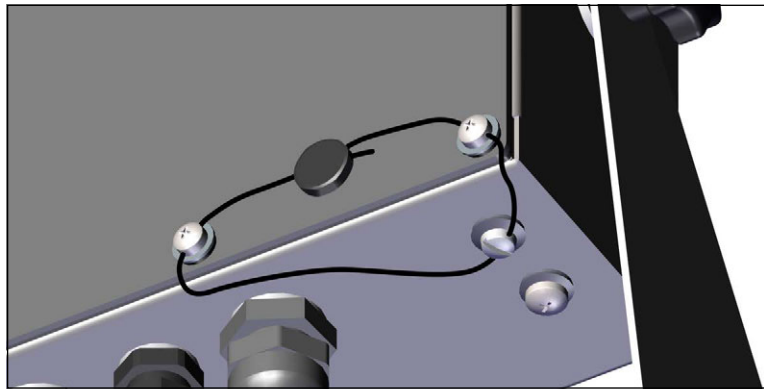

Abbildung 2-13. Versiegeln des Anzeigeterminals – Kein Zugang
3. Den Versiegelungsdraht durch die Linseenschrauben an der Rückplatte und die Linseenschraube an der Unterseite des Gehäuses führen, wie in Abbildung 2-13 gezeigt.